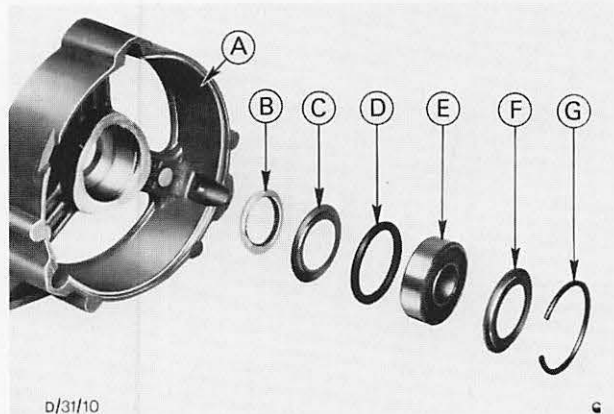

Abb. 54 Antriebsseitiges Lager und zugehörige Teile
28. Ausgleichscheibenpaket des antriebsseitigen Lagers sowie Lager und Anlaufscheibe wie in Abb. 54 gezeigten Reihenfolge einsetzen. Bei Wiederverwendung des alten Lagers dieses mit Heißlagerfett füllen.